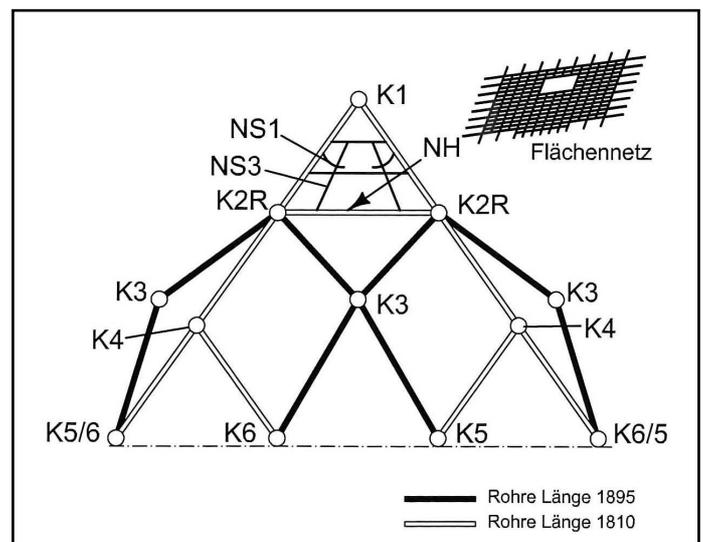
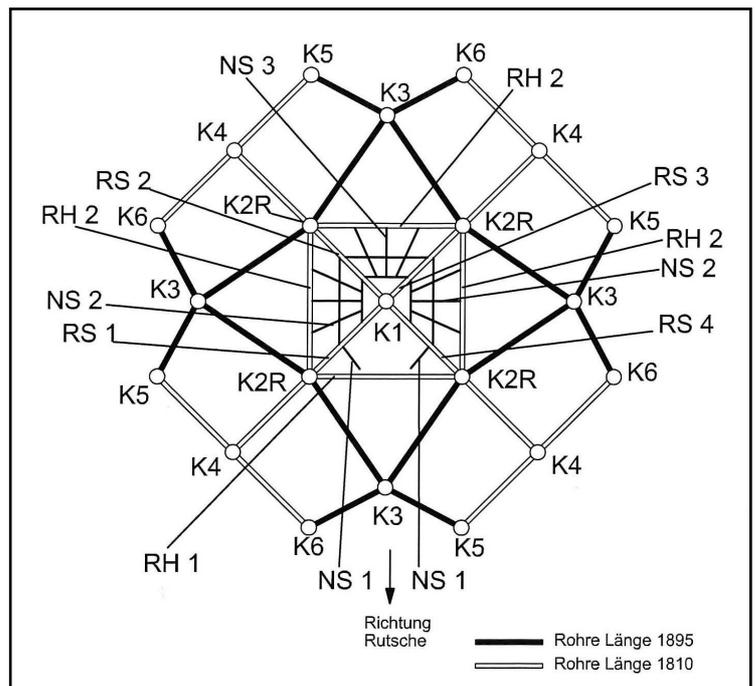
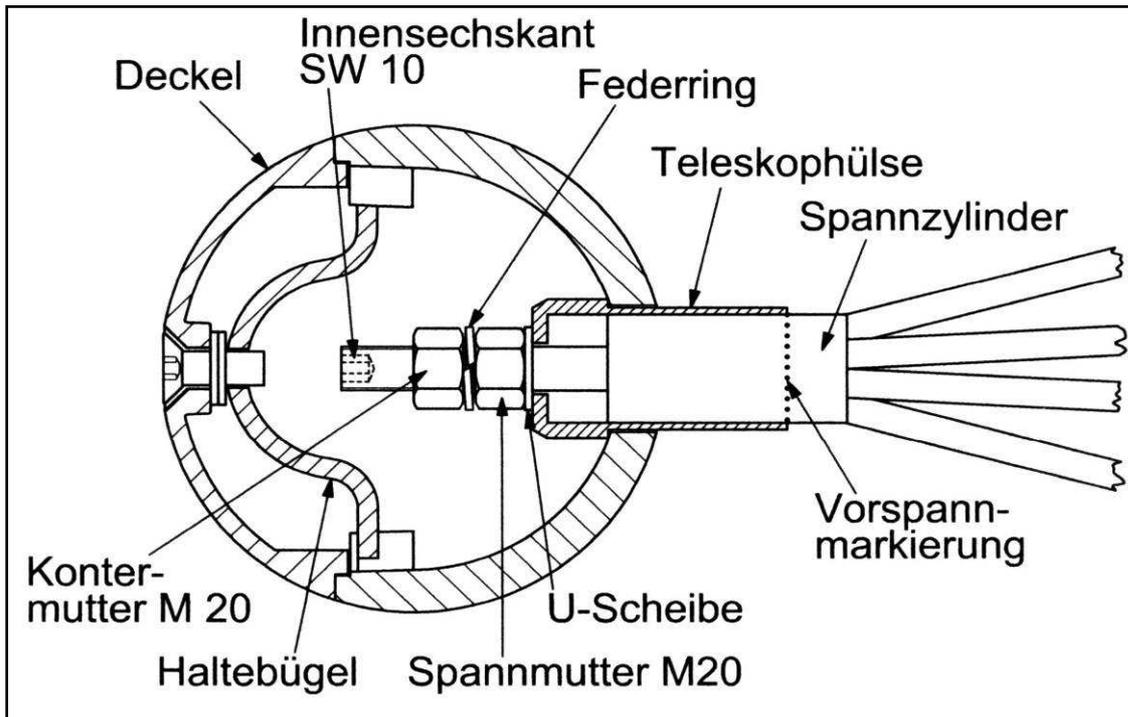

Abbildung 3
Abbildung 4 Draufsicht
Abbildung 7
Zur problemlosen Montage sind eine ca. 3 m und eine ca. 5 m lange Bockleiter erforderlich. Die konstruktive Anordnung der Gerüstrohre und Kugelknoten ist aus **Abbildung 3** und **Abbildung 4** ersichtlich. Die auf den Knoten eingeschlagene Kennziffer (**K2R – K6**) zeigt immer zur Gerätespitze.
Der Verschlag mit dem Raumnetz ist in das Gerüstinnere, senkrecht unter die Gerüstspitze zu transportieren. Die am Raumnetz gekennzeichneten **4 Eckpunkte (2x „K2R“ und 2x „K2R Rutschenseite“)** sind jetzt unter Zuhilfenahme des angeknüpften Montageeseils zu den **Hohlkugeln K2R** hochzuziehen und mit der Spannmutter zu montieren. Dabei wird der Spannzylinder mit dem Gewindebolzen M20 in die Teleskophülse geschoben und von innen mit der Spannmutter M20 SW32 zunächst nur mit ca. 5 Gewindegängen gefasst (**Abb. 7**). **Es ist dabei unbedingt darauf zu achten, dass die zwei markierten Eckpunkte „K2R Rutschenseite“ mit den Hohlkugeln K2R verbunden werden, zwischen denen das Rohr RH1 liegt (siehe Abbildung 4) und nachher die Rutsche angeschlossen werden soll.** Das Raumnetz ist jetzt dem Verschlag gänzlich zu entnehmen
Danach folgen die Spanschrauben M20 SW30 der Knoten **K5** und **K6**, die über die Gabel-Augenschraubenverbindungen die Spannseile mit aufnehmen (**Abb. 6**). Danach werden die Spannsysteme an den **Knoten K3** und zuletzt die der **Knoten K4** sinngemäß wie an **K2R** montiert (**Abb. 7**).
Das Spannen beginnt an den Knoten **K5** und **K6** und erfolgt über die Spannmutter M20 SW30. An diesen Punkten sind die Spanschrauben soweit anzuziehen, dass die im Werk voreingestellte Kontermutter (**Abb. 6**) gegen den Knoten fest zum Anliegen kommt. Das weitere Spannen erfolgt an den Knoten **K2R, K2R Rutschenseite, K3** und **K4**. Hier wird über die Spannmutter M20 mit dem mitgelieferten Spezialsteckschlüssel SW32 **bis zur Vorspannmarkierung gespannt** (**Abb. 7**). Das Raumnetz muss letztlich unter guter **gleichmäßig starker** Spannung stehen.
Nach dem Spannen sind die Spannmutter an allen **Knoten K2R, K3** und **K4** mit den mitgelieferten Kontermutter M20 SW32 samt Federring zu kontern. **Zum Festziehen der Kontermutter kann am Gewindebolzen M20 mit einem Innensechskantschlüssel SW 10 gegen gehalten werden (Abb. 7).**
An den **Knoten K5** und **K6** sind die Kontermutter SW30 (**Abb. 6**) noch einmal auf festen Sitz zu überprüfen. Zuletzt sind sämtliche Knoten **K1 – K6** zu verschließen, indem diese mit den vorbereiteten Deckeln über eine Bügelverschraubung verschraubt werden (**Abb. 7**). Achten Sie dabei bitte darauf die Deckel gleichmäßig zu platzieren, so dass unser Firmenlogo lesbar ist. Vielen Dank.
Nunmehr kann das Horizontalnetz (**NH**) (**Abb. 3**) in die Ebene **K2R** eingezogen werden. Dabei ist auf die richtige Lage der Einstiegsöffnung, die dem Rutschenanschluss gegenüber liegen muss, zu achten. Das Verschrauben erfolgt über die **ROWOCON®**-Verbindungen (**Abb. 5**). Die Schrauben sowie zwei Stück Spezial-Bits werden mitgeliefert.
- Ein erstes Nachspannen ist bereits nach ein bis zwei Wochen Betriebssituation vorzunehmen. Das Nachspannen erfolgt über die Spannmutter M 20 in den Hohlkugeln. Zuerst wird an den **Kugeln K5** und **K6** nachgespannt. Nach Entfernen des Deckels mittels eines Innensechskantschlüssels Größe 10 und Lösen der außen an der Hohlkugel anliegenden Kontermutter M20 SW30 (**Abb. 6**) wird an der innen liegenden Spannmutter SW 30 mit einem Steckschlüssel nachgespannt. Die **Kontermuttern** sind nach dem Nachspannen unbedingt **wieder fest anzuziehen**. Das weitere Nachspannen erfolgt danach an den **Knoten K2R, K3** und **K4** und soll gleichmäßig vorgenommen werden. Hierbei wird nach dem Entfernen des Deckels die innen liegende Kontermutter M20 SW32 gelöst und an der Spannmutter M20 SW32 mit dem mitgelieferten Spezialsteckschlüssel, über die Vorspannmarkierung hinaus, nachgespannt. Nach dem Nachspannen sind die Spannmuttern an den **Knoten K2R, K3** und **K4** unbedingt wieder mit den Kontermuttern zu **kontern**. **Achten Sie bitte auf die richtige Lage des Federringes zwischen den beiden Muttern. Zum Lösen und Festziehen der Spann- sowie der Kontermutter M20 SW32 kann an dem Gewindebolzen M20 mit einem Innensechskantschlüssel SW10 gegen gehalten werden (Abb. 7)**. Abschließend werden die offenen Hohlkugeln wieder mit den Deckeln verschlossen. Achten Sie dabei bitte darauf die Deckel gleichmäßig zu platzieren, so dass unser Firmenlogo lesbar ist. Vielen Dank.